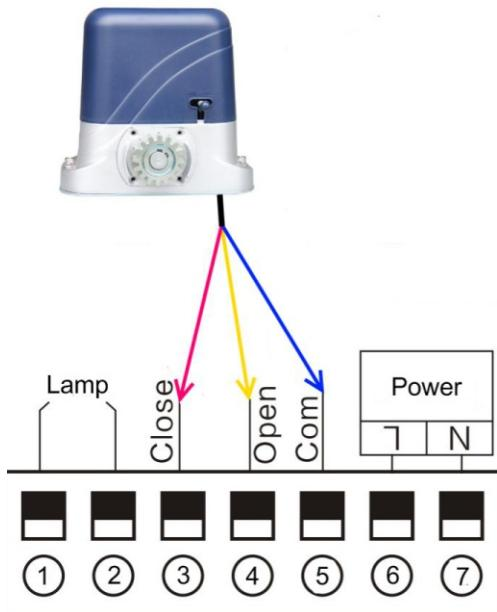

Рисунок8
14.2.1. Установка привода справа от ворот. (Смотрите **рисунок8**)